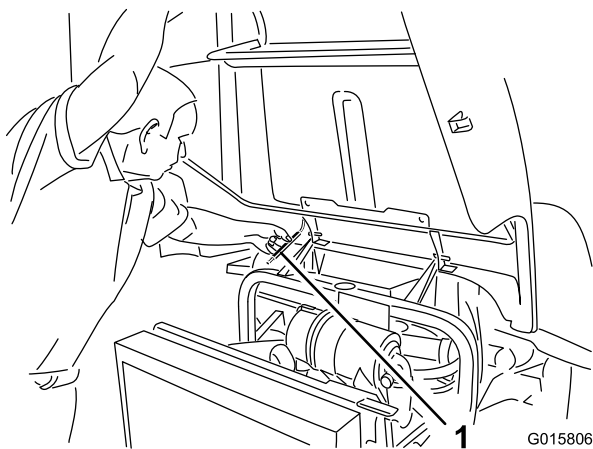

Figura 38
2. Eleve o capot até que a barra de apoio possa ser colocada por detrás do tubo do chassis (Figura 38).